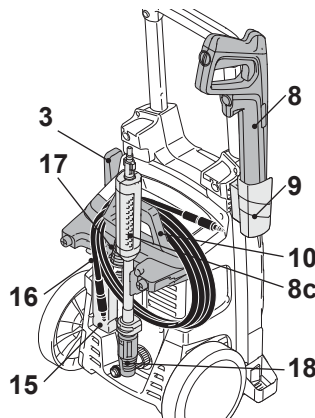

Fig. 12
Utilice el soporte/ asa de manguera (10) para almacenar la manguera a presión (16) (Fig. 12).
Utilice el soporte del cable de alimentación (3) para almacenar el cable de alimentación (Fig. 12).
Utilice el soporte superior de la pistola de pulverización (9) para guardar la pistola (8) (Fig. 12).
Los accesorios (depósito de detergente, boquilla, lanza de extensión) pueden ser almacenados en la parte posterior del producto (Fig. 12).